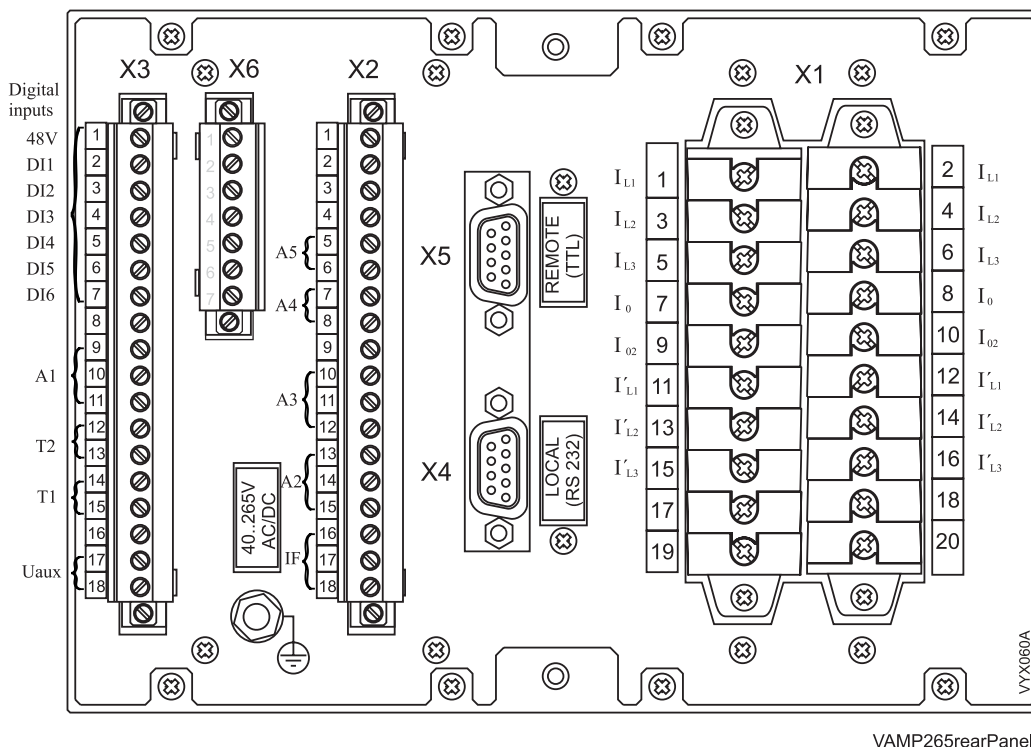

Рисунок 4-1 Средства подключения на задней панели релейного устройства.
Устройство дифференциальной релейной защиты генераторов, трансформаторов и электродвигателей подсоединяется к защищаемому объекту с помощью следующих средств подключения для измерительных и управляющих цепей, см. Рисунок 4-1:
- Разъем RS 232 канала последовательной передачи данных для подключения компьютеров, разъем LOCAL (RS 232), разъемы на передней и задней панели устройства соединены параллельно, см.Рисунок 4-1.
- Подключение дистанционного управления: разъем REMOTE (TTL) на задней панели релейного устройства, см. Рисунок 4-1.